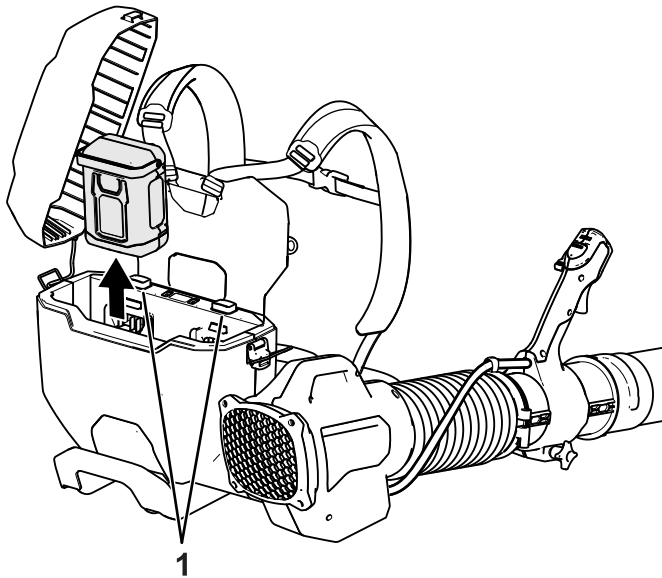

Figura 22
3. Presione hacia abajo el botón de enganche de la batería y levante la batería (o las baterías) para retirarlas de la mochila (Figura 22).